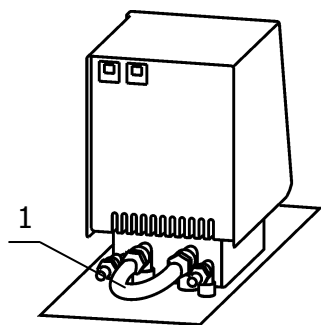

Рисунок 3 — Установка перемычки
2.2.5 Для работы термостата без внешнего потребителя шлангом–перемычкой 1 (рисунок 3) из комплекта поставки термостата соединить входной и выходной штуцеры насоса блока регулирования. Закрепить перемычку на штуцерах, используя хомуты из комплекта поставки термостата.